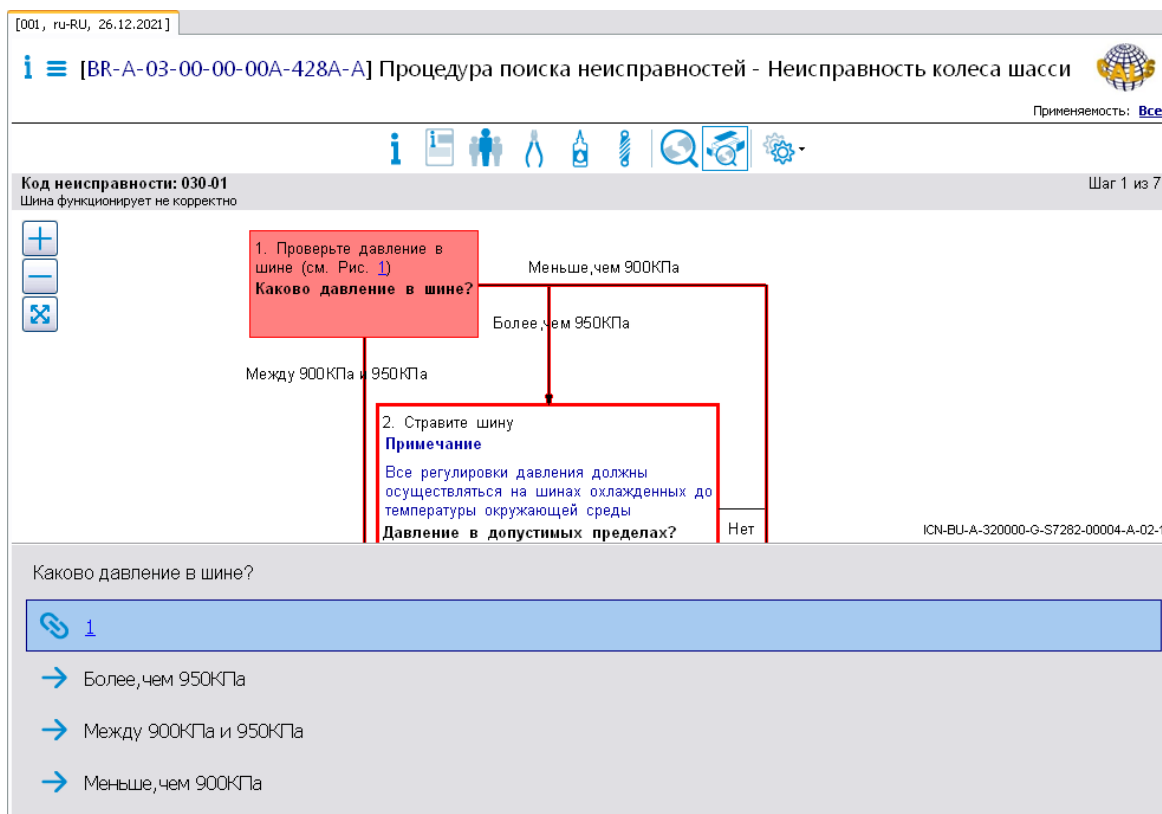

Рис. 166
3. Для перехода к просмотру содержимого модуля данных подтвердите прочтение предупреждений нажатием на кнопку **ОК**. После этого в правом окне появится содержимое модуля данных, соответствующее интерактивному режиму просмотра (в виде схемы) (Рис. 166).
Просмотр МД ПиУН возможен в двух режимах – интерактивном и диалоговом. По умолчанию открывается интерактивный вид процедуры поиска и устранения неисправности в виде схемы (см. Рис. 166). При нахождении в диалоговом режиме просмотра, для перехода к просмотру процедуры ПиУН в интерактивном виде нажмите на кнопку **Интерактивный**